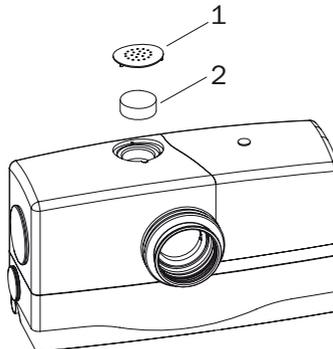

Abbildung 11
2. Abdeckung der Be-/Entlüftung und Filter im Behälterdeckel entfernen. Separat beiliegende Dichtung einsetzen (siehe Seite 16, Abbildung 11)